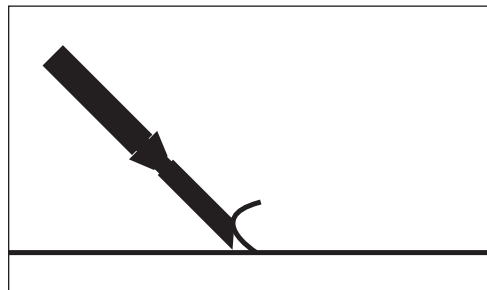
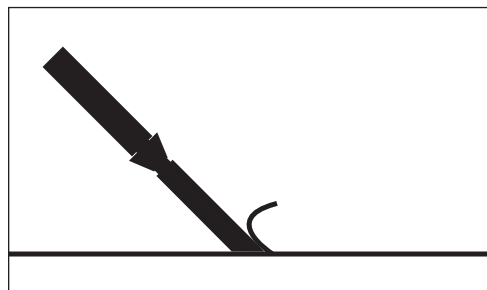

FIG. 5
FIG. 6
- Normalement, le biseau vers le haut convient pour le béton (Figure 5), et vers le bas pour le bois, par ex. Gypcrete (Figure 6).